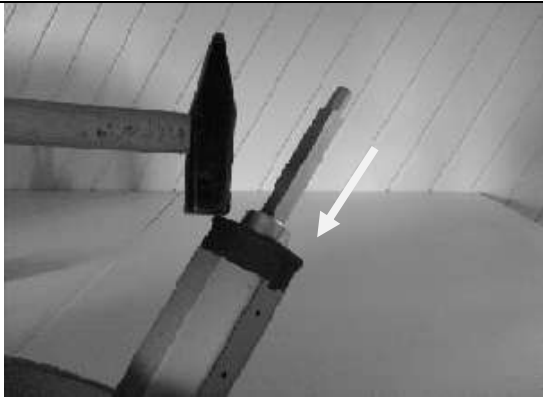

Figure 1
- a. Enfoncer en force l'embout télescopique dans une extrémité de l'axe octogonal (fig. 1).